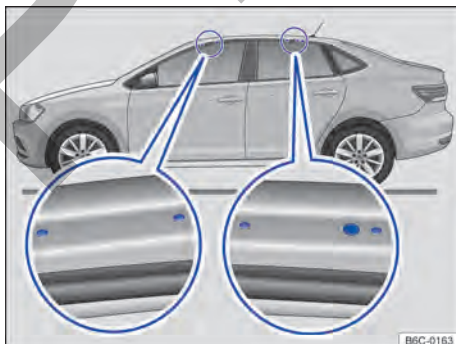

Fig. 114 Puntos de fijación de los soportes básicos del portaequipaje de techo (ambos lados)
Los orificios o marcas de los puntos de fijación de los soportes básicos son visibles con las puertas (delanteras y traseras) del vehículo abiertas y se encuentran a los lados en las vigas del techo → fig. 114 (fragmento ampliado). Los orificios o marcas para fijación detrás se encuentran a en la parte inferior de las vigas del techo → fig. 114 (fragmento ampliado derecho).
- Fije los soportes básicos sólo en las marcas indicadas en la figura → fig. 114.